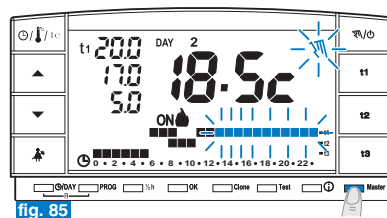

fig. 85
- appuyer brièvement sur la touche "Master"; l'écriture **Master** disparaît sur l'écran: le chronothermostat reste en fonctionnement "manuel temporaire" et les zones couplées au master retournent sous le contrôle de leurs transmetteurs respectifs (exemple sur la fig. 85).